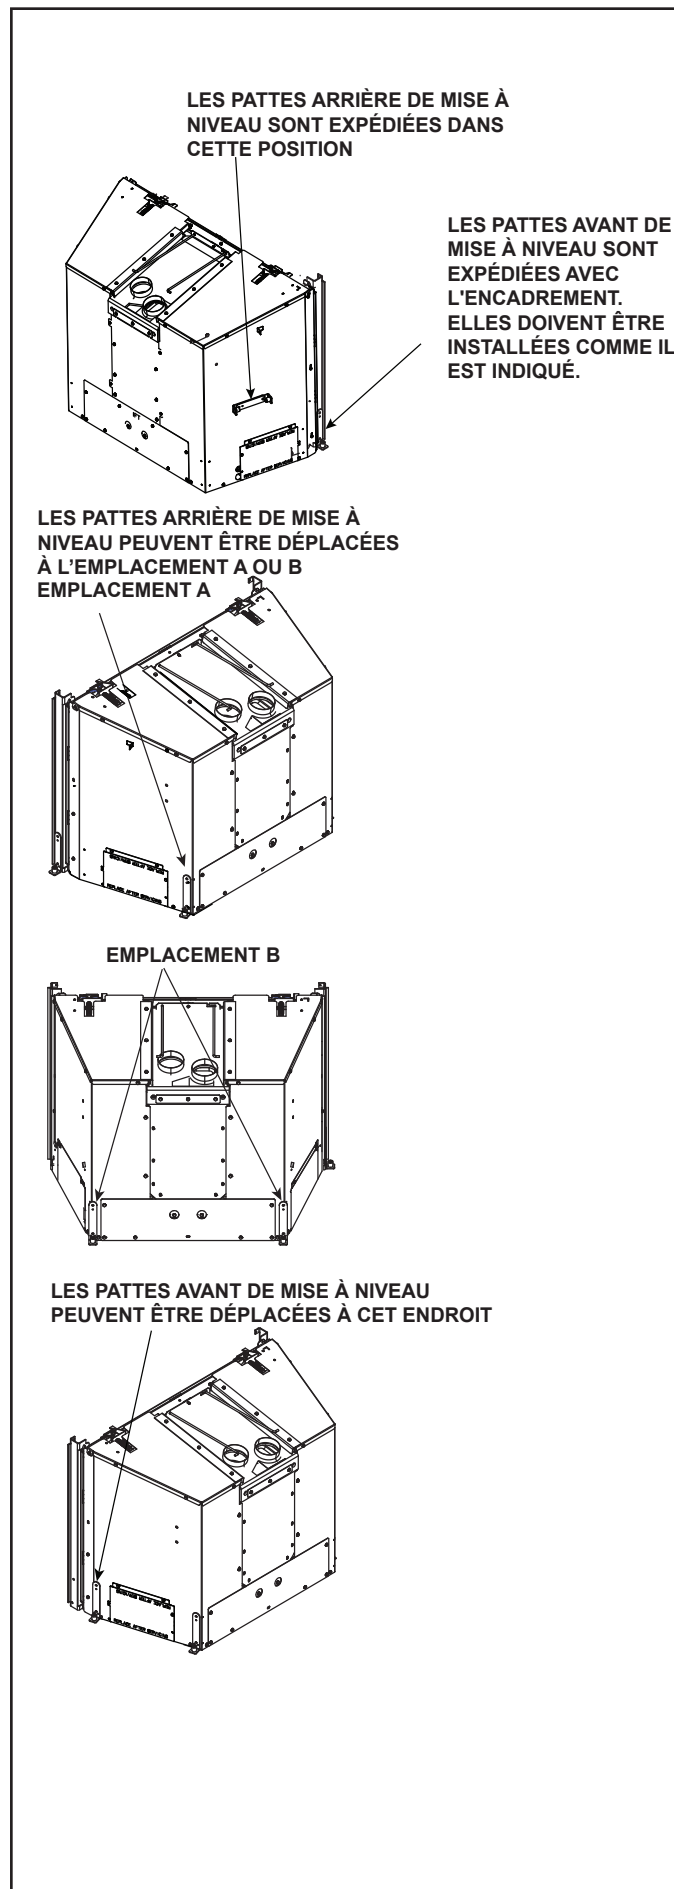

Figure 7.3
- Retirez les pattes de mise à niveau arrière et placez à l'une des positions indiquées à la figure 7.3. Retirez les vis retenant les pattes de mise à niveau au côté de l'appareil. Tournez les pattes de mise à niveau afin que le pied soit orienté vers l'extérieur et vers le bas. Alignez les deux trous de la patte avec les trous sur l'appareil, puis fixez avec les vis. Voir la figure 7.3.
- Les pattes de mise à niveau sont expédiées avec un encadrement et peut être installé à l'un des deux emplacements. Voir la figure 7.3.